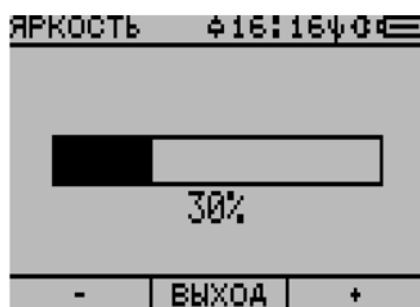

Рисунок 2.64
2) Клавишами  или  либо **F1 – «-»**, **F3 – «+»** уменьшить/увеличить числовое значение параметра. Однократное нажатие одной из этих клавиш соответственно приводит к уменьшению (декрементации) или к увеличению (инкрементации) значения на шаг, нажатие и удержание клавиш ,  приводит к последовательному изменению значения на шаг с частотой менее 1Гц в течение всего времени удержания. Для удобства визуального восприятия процесса редактирования параметра над числовым значением параметра выводится полоска-индикатор, которая заполняется темной заливкой в пропорциональном соотношении (рисунок 2.64).